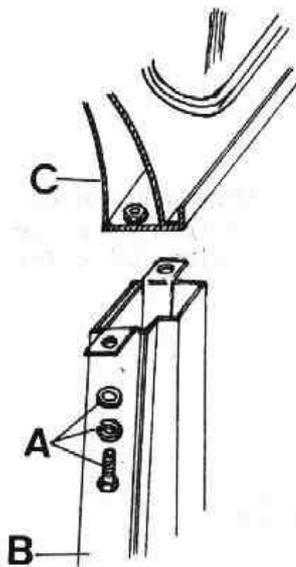

Fig. Q-44 Desmontaje del techo completo
- 1.5. (Vehículos 109" especiales). Soltar los elementos de fijación, A (Fig. Q-44), del perfil, B, central de puertas laterales al techo, C.
- 3.3. (Vehículos 109 especiales). Soltar los elementos de fijación, A (Fig. Q-44) del perfil, B, central de puertas laterales, al techo.